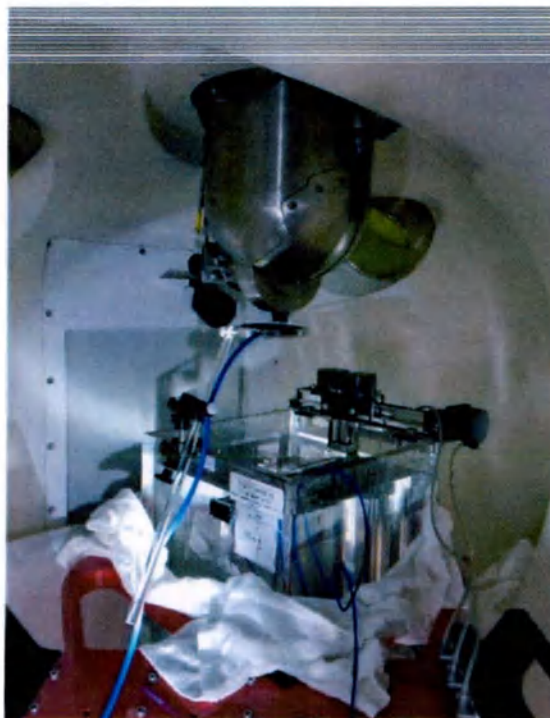

Рисунок 1-13. Настройка камеры T-REF
20. Прикрепите эталонную камеру T-REF к водному фантому и расположите ее над диодом PTW 60018, параллельно поверхности воды и на высоте не менее 20 см над поверхностью воды (см. рисунок 1-13).